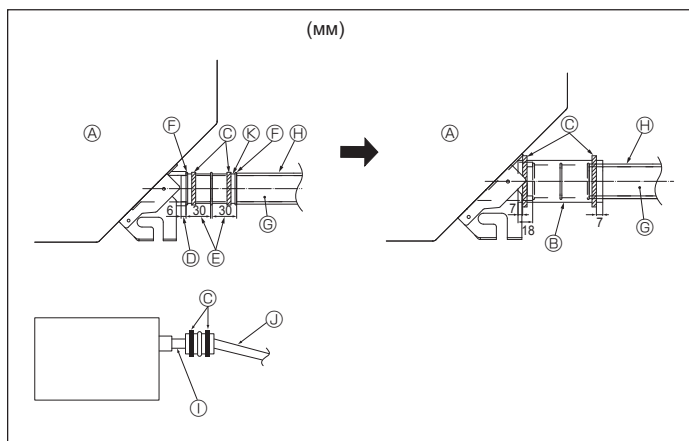

Fig. 5-2
1. Дренаждау ұяшығын (құрылғымен бірге жеткізіледі) дренаждау портына қосыңыз. (Fig. 5-2) (Құбырды PVC желімімен бекітіңіз, содан кейін оны таспамен бекітіңіз.)